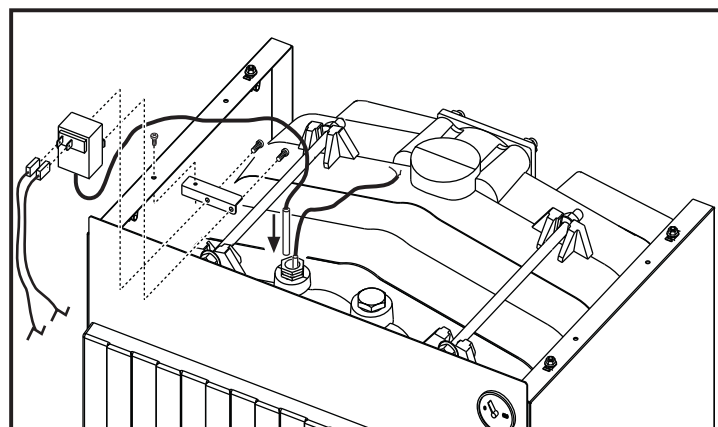

fig. 11
- Fije el soporte y el termostato como se indica en la fig. 11.